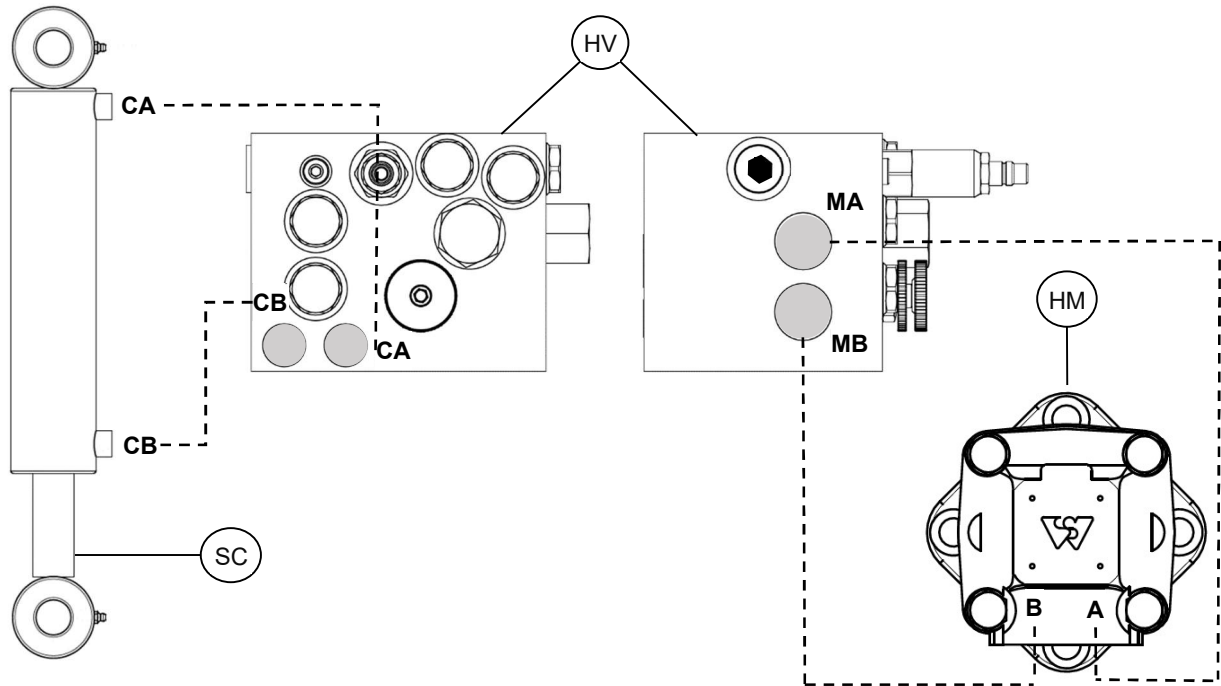

Bild.18
SVX sopmaskinens hydraulventil (HV) är kopplad till svängcylinder (SC) och borstens hydraulmotor (HM) enl. nedan – se Bild.18.